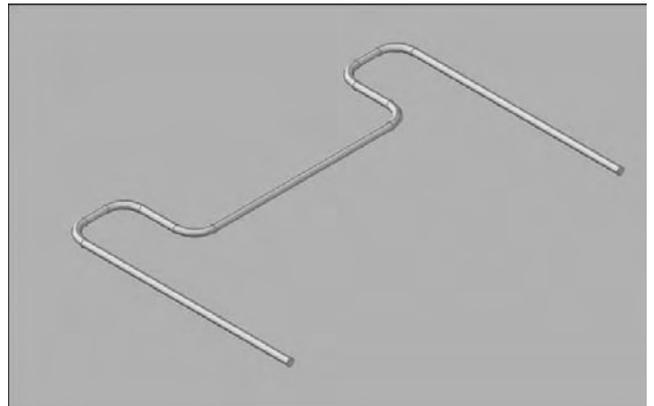

Fig.17.3
- 4] Pour créer la structure en 3D, utilisez la fonction **Balayage** (Sweep) du Panneau de configuration Création 3D. L'objet à balayer est le cercle, le point de base est le centre du cercle et la trajectoire est la polyligne (fig.17.3).